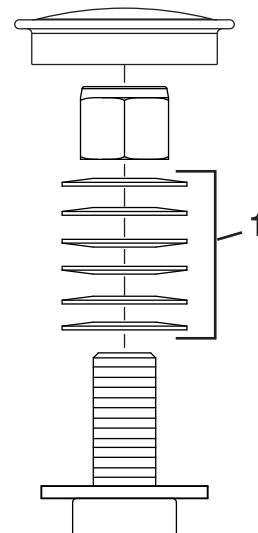

Figura 50
3. Retire el tapón guardapolvo de la rueda giratoria y apriete la contratuerca (Figura 50).
4. Apriete la contratuerca hasta que las arandelas elásticas estén planas, luego afloje la contratuerca  $\frac{1}{4}$  de vuelta para establecer la pre-carga correcta de los cojinetes (Figura 50).
**Importante:** Asegúrese de que las arandelas elásticas están correctamente instaladas, como se muestra en la Figura 50.
5. Coloque el tapón guardapolvo (Figura 50).